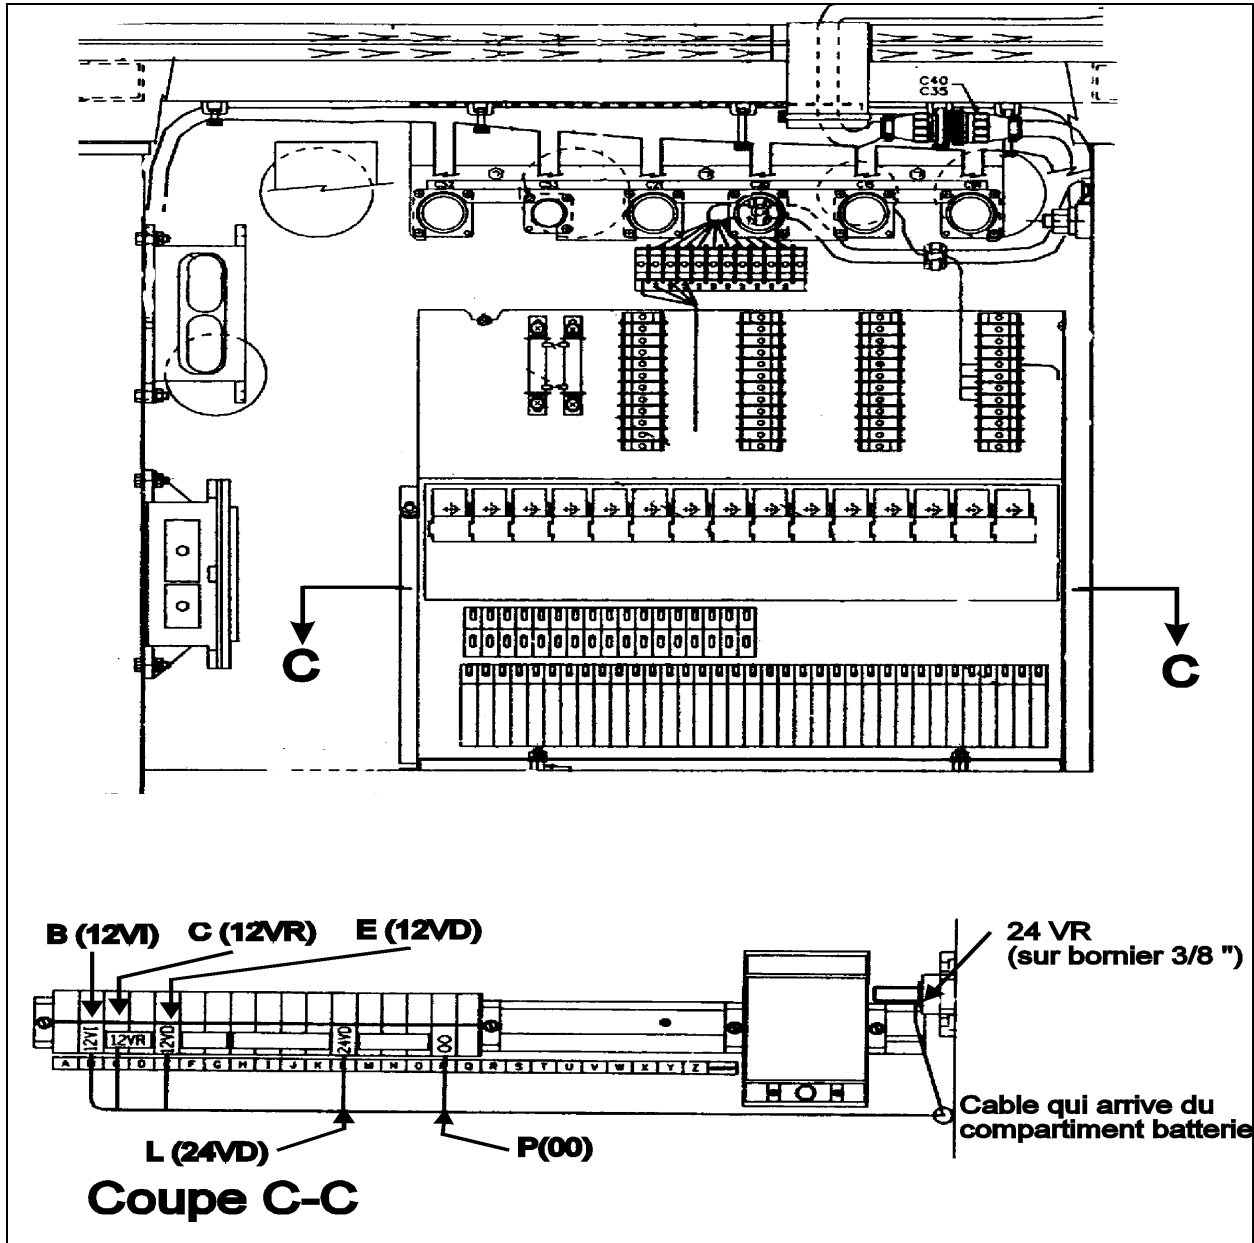

FIGURE 4: VUE DU MILIEU DU PANNEAU ÉLECTRIQUE ARRIÈRE
- Déconnecter les fils 24 VR, 12VI, 12VR, 12VD, 24VD et 00 pour le plus petit conduit.(Fig. 4).